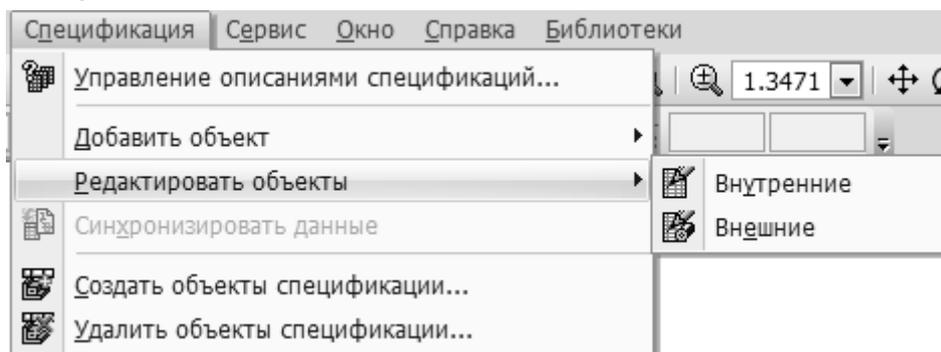

Рис. 13.4. Переход к редактированию в подчинённом режиме
7. Перейдите в подчиненный режим работы с внутренними объектами спецификации сборки (**подчиненный режим** — режим просмотра и редактирования объектов спецификации непосредственно в сборке). Вызовите команду из меню **Спецификация — Редактировать объекты — Внутренние** (рис. 13.4).